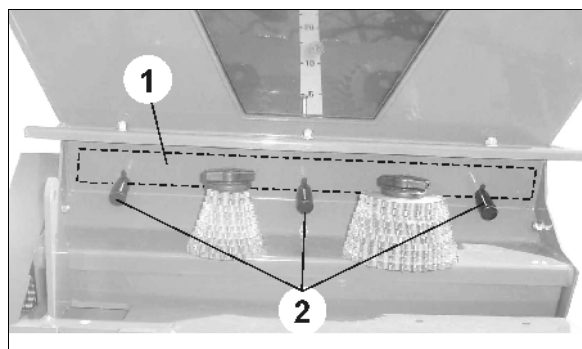

Fig. 21
5. Absperrschieber (Fig. 21/1) öffnen:
- 5.1 Schrauben (Fig. 21/2) lösen.
9. Absperrschieber (Fig. 21/1) wieder schließen.